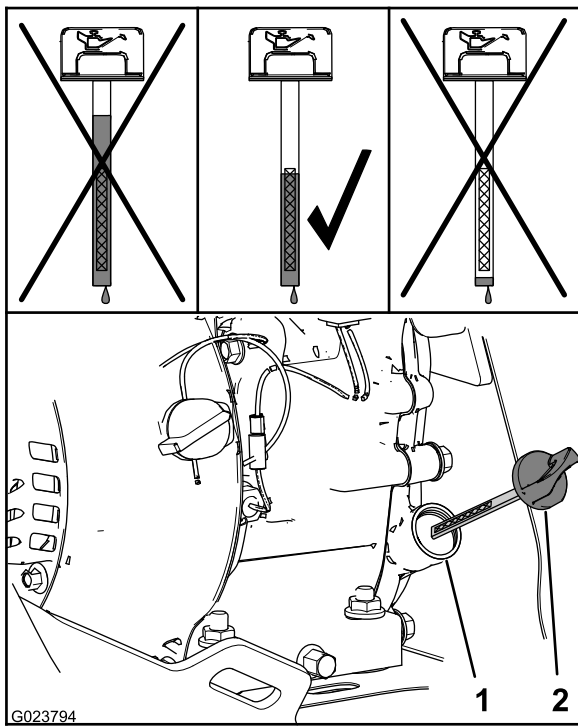

图24
- 取出量油尺并查看机油油位（图24）。
注意： 油位应处于量油尺指示标志的顶部（图24）。
- A. 将指定机油倒入加油颈（图24）。